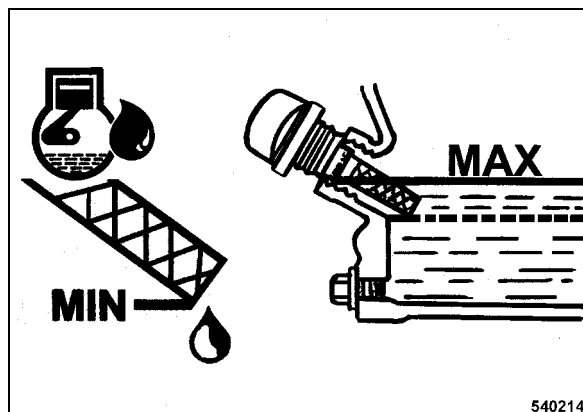

рис. 36
- Масло должно находиться на нижней кромке наливочного отверстия (рис. 36); при необходимости, долить масло.